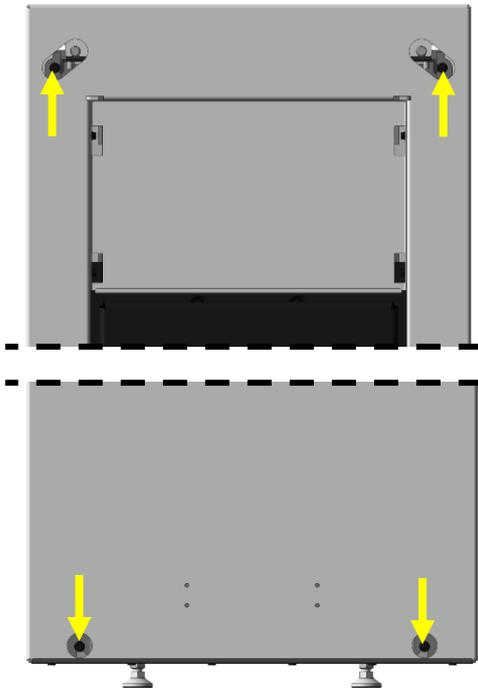

Fig. 21 : vis avant
2. Dévissez les quatre vis de fixation (Fig. 21).